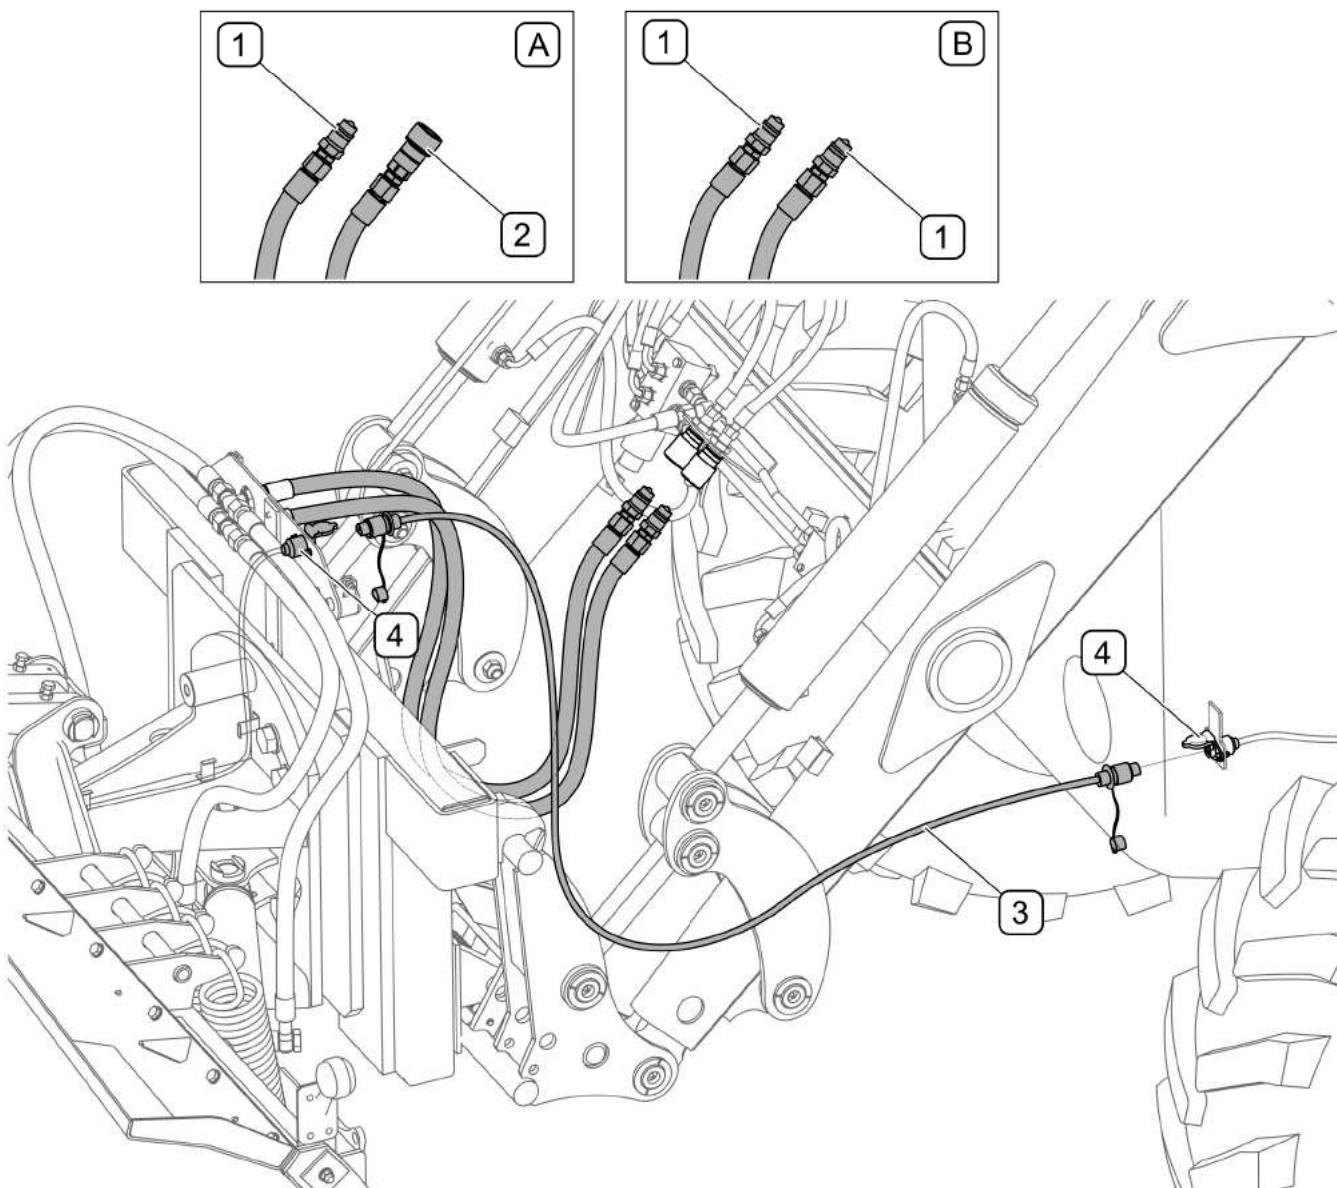

РИСУНОК 4.6 Присоединение гидравлической и электрической систем к снегоуборочному плугу
Штекеры гидропроводов (1), (2) управления плугом (РИСУНОК 4.6) нужно подсоединить к разъемам внешней гидравлики для обслуживания рабочего органа, присоединенного к погрузчику. Плуг, приспособленный для работы с фронтальным погрузчиком ŁC-1650 имеет два гидравлических разъема (1), а для работы с погрузчиками с евро-сцепкой - штекер (1) и разъем (2). Штекер присоединительного провода (3) системы электропитания боковых габаритных фонарей необходимо присоединить к 3-пиновому разъему (4) плуга и трактора. Электропровода должны быть проложены таким образом, чтобы их было невозможно повредить в ходе работы.